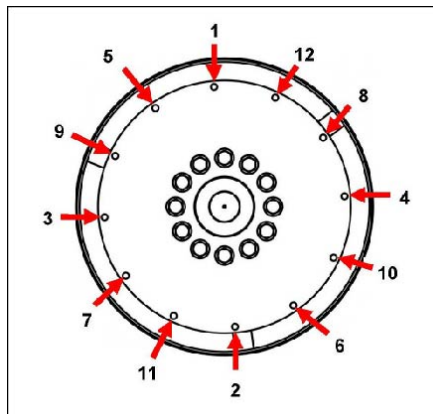

FIGURA 19. SEQUENZA DI FISSAGGIO
10. Rimuovere i perni di allineamento. Montare i bulloni di accoppiamento utilizzando rondelle di tipo adeguato da sistemare sotto le teste dei medesimi. Serrare i bulloni che fissano il disco di accoppiamento al volano, nella sequenza indicata in Figura 19 a pagina 31.